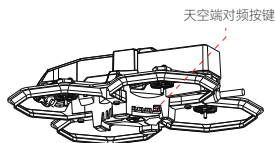

图 1-2
- ① 分别给飞行器与飞行眼镜通电。
- ② 通电后，按下天空端的对频键 [图 1-2]，天空端对频状态指示灯红灯闪烁。
- ③ 按下飞行眼镜的对频按键，飞行眼镜响起嘀~嘀~的提示音。
- ④ 确保天空端与飞行眼镜距离在 0.5 M 以内。对频成功后，天空端对频状态指示灯绿灯常亮，飞行眼镜提示音停止并显示图传。完成天空端与眼镜的对频。